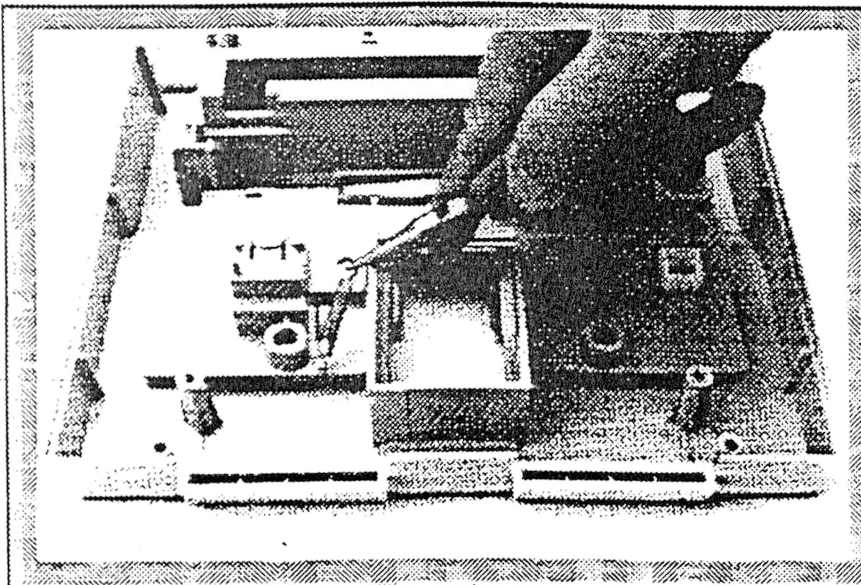

Fig. 15
1. Ponha de ponta-cabeça o gabinete superior e remova a mola de reset, utilizando um alicate de bico (Fig. 15).